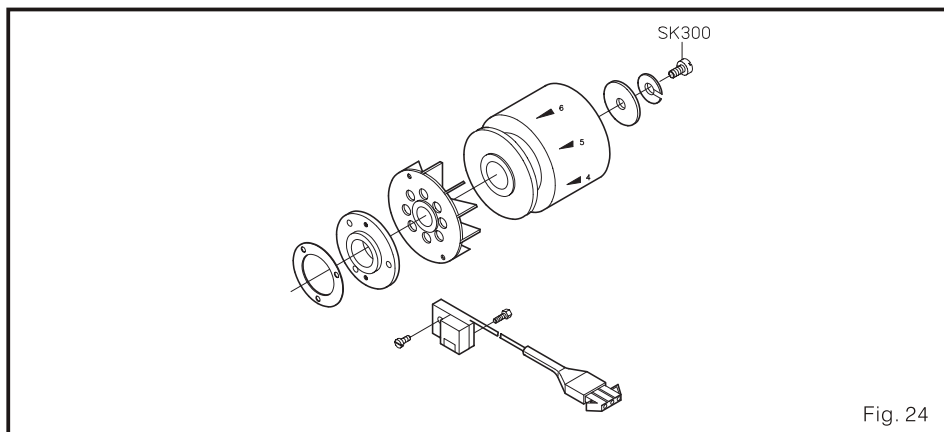

Fig. 24
<p>2. O sincronizador</p> <p>Desmonte a fita da roda e ventilar em ordem. Então, Ajuste o sincronizador e o cabo. Por favor note que o cabo não deve tocar a fita da roda ou o fã. (Fig. 24)</p>	<p>(5) as posições comparativas do ES89 e ES60E-1 não estão corretas.</p> <p>(6) a cavilha da tomada comum caiu ou não estabelece contato.</p> <p>(7) a barra magnética do ES77 ou ES85 que isto incapacitou. (A luz de operação não iluminará).</p> <p>(8) o movimento certo para partiu do ES56 não é macio.</p> <p>2. ao levar a cabo a costura. O a caminho dos pontos é não regular, e tem pontos saltados na costura overlack.</p> <p>(1) o buraco da lâmina agulha é muito grande.</p> <p>(2) o KU60 e KS47 estão soltos.</p> <p>(3) manipulação errada dos operadores.</p> <p>(4) a razão diferencial não isto muito ajustado um.</p> <p>(5) o calcador denteado esta gastado.</p> <p>(6) o calcador não este frocho ou apertado.</p> <p>(7) o alto do KU60 e a lâmina guia do pano eles são mesmos abaixo.</p> <p>(8) o ES56 tem saliente</p> <p>(9) o ES48 este muito um longe da faca. (O nível paralelo é ruim)</p> <p>(10) o número de costuras cruzadas está incorreto na caixa de controle</p>